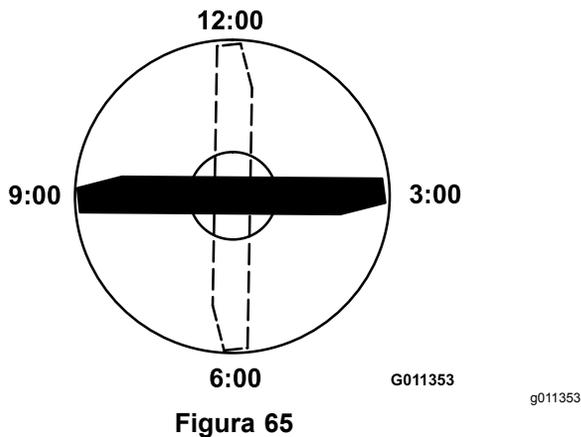

Figura 65
3. Coloque el filo de corte del extremo marcado de la cuchilla en la posición de las 12 (hacia adelante, en el sentido de la siega) y mida la altura desde la mesa hasta el filo de corte de la cuchilla (Figura 65).
4. Gire el extremo marcado de la cuchilla a las posiciones de las 3 y de las 9 y mida las alturas (Figura 65).